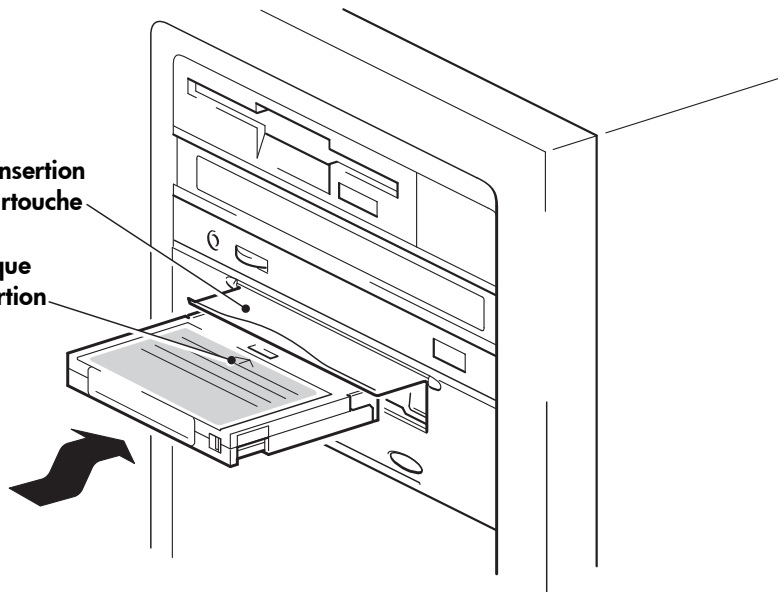

Figure 10a : chargement d'une cartouche
- 1 Soulevez le volet d'installation de la cartouche à l'avant du lecteur et insérez la cartouche dans le logement frontal du lecteur, la flèche blanche étant placée en haut et face à la porte du volet. Appuyez doucement sur la cartouche jusqu'à ce qu'elle soit happée et chargée par le lecteur (voir figure 10a).